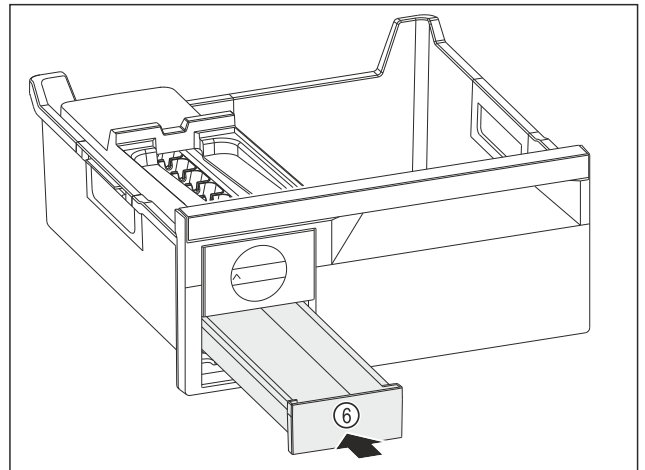

Fig. 87
- ▶ Ijsblokjesvak Fig. 87 (6) inschuiven.